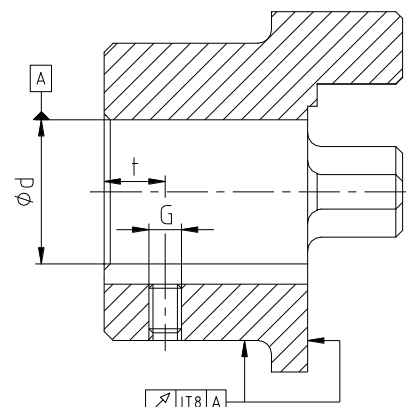

Figura 7: precisão da concentricidade e do movimento axial
- Quando o furo do cubo for executado pelo cliente, este deverá respeitar a precisão da concentricidade e do movimento axial (ver figura 7).